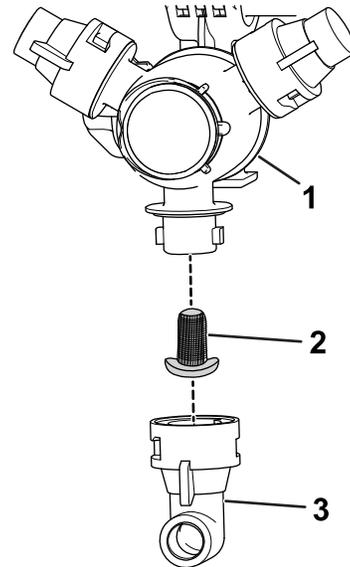

图16
2. 从喷嘴转动架卸下喷嘴图16。
3. 拆下喷嘴过滤器图16。
5. 安装喷嘴过滤器图16。
6. 将喷嘴安装到喷嘴转动架上图16。